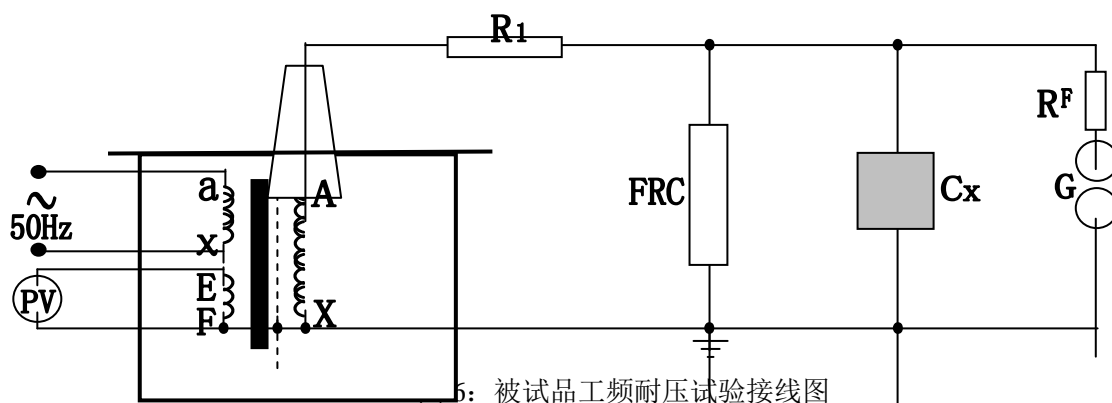

图 6: 被试品工频耐压试验接线图
- d) NDYB 试验变压器做被试品的工频耐压试验使用接线原理图见图 6。
在工频耐压试验中，低电压侧测量电压(仪表电压)不是非常准确的，其原因是由于试验变压器存在着漏抗，在这个漏抗上必然存在着压降或容升，使试品上的电压低于或高于低压侧测量电压表上反映出来的电压。工频耐压试验时，被试品上的电压高于试验变压器的输出电压，也就是所谓容升现象。感应耐压试验时，试验变压器的漏抗必然存在着压降。为了准确测量被试品上所施加的电压，因此常在高压侧接入 FRC 阻容分压器来测量电压(见图 6)。